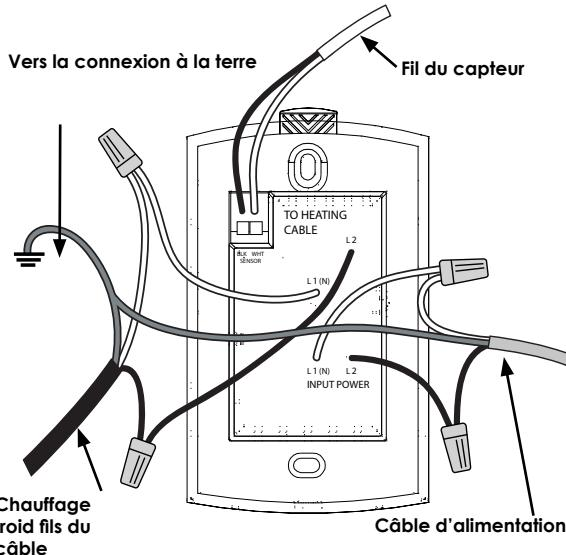

Figure 5
- Préparer chaque câble chauffant/conducteur froid pour connexion/épissure et branchement selon les indications de la figure 5 ou de la figure 6, selon le cas.
- Préparer le fil du capteur selon les indications de la figure 5 ou de la figure 6, selon le cas. Utiliser un tournevis pour connecter les fils du capteur (fils noir et blanc) aux bornes BLK et WHT correspondantes.